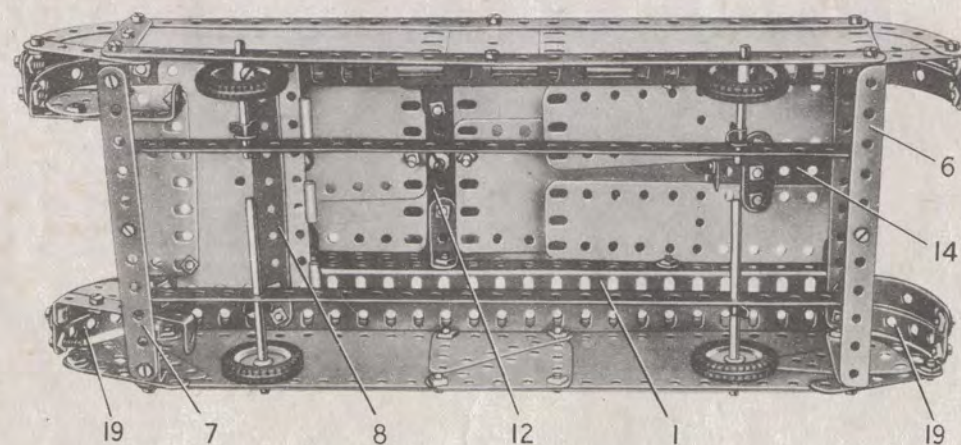

Fig. 5.16a
figure 5.16a ; le moyeu d'une poulie de 75 mm. (12) passe dans cette ouverture. La poulie est boulonnée sur les plaques et est réunie aux bandes (10) par des équerres de 25×25 mm. Une bande coudée de 60×12 mm. est fixée sur une équerre à 135° tenue par un boulon (13).